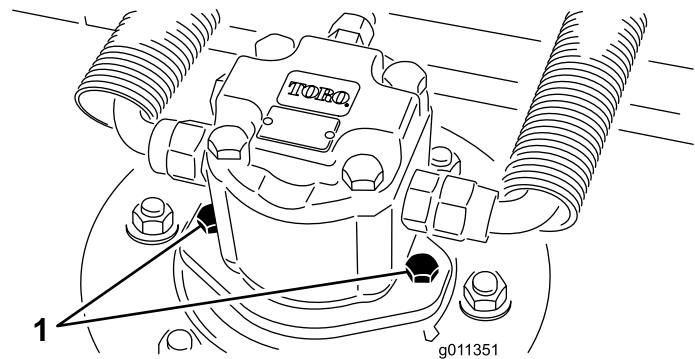

Bild 71
2. Klemmen Sie den Hydraulikmotor vom Mähwerk ab und entfernen ihn (Bild 71). Decken Sie die Spindeloberseite ab, um einer Verunreinigung vorzubeugen.
3. Montieren Sie den Hydraulikmotor am Mähwerk (Bild 71) Stellen Sie sicher, dass sich der O-Ring unbeschädigt in seiner Position befindet.